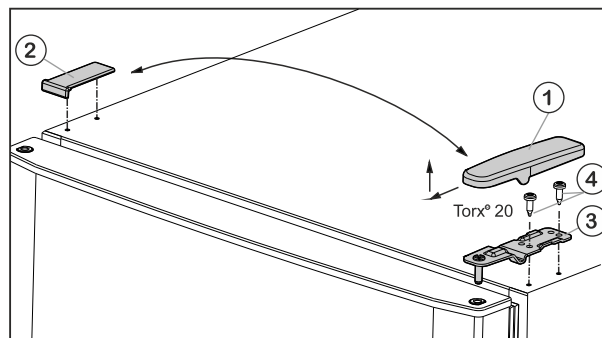
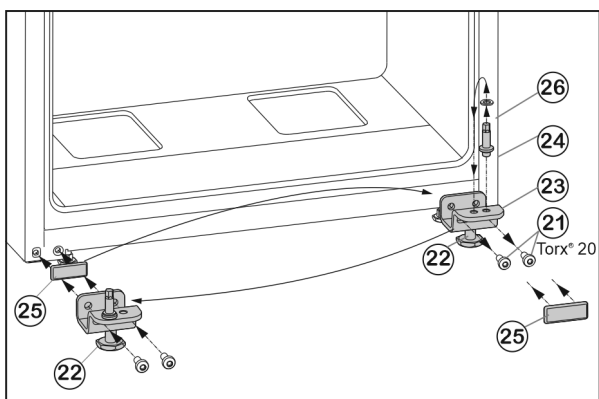

Fig. 5
Fig. 7
- ▶ Előre és felfele húzza le a fedelet Fig. 5 (1).
- ▶ Emelje le a fedelet Fig. 5 (2).
- ▶ Csavarozza le az Fig. 5 (3) felső csapágybakját (2 x Torx® 20) Fig. 5 (4), és felfele húzza le.
- ▶ Tekerje le a rögzítőcsavarokat Fig. 7 (21).
- ▶ Vegye le a teljes alsó csapágybakot Fig. 7 (23) a csapszeggel Fig. 7 (24), az alátéttel Fig. 7 (26) és a beállító lábbal Fig. 7 (22).
- ▶ Csavarozza le a teljes csapágybakot Fig. 7 (24) az alátéttel Fig. 7 (26), helyezze át a csapágybak túlsóoldali felvevő furatába, és csavarozza vissza.
- ▶ Óvatosan vegye le a fedőlemezt Fig. 7 (25), és helyezze át az ellenkező oldalra.
- ▶ A teljes alsó csapágybakot Fig. 7 (23) a csapszeggel Fig. 7 (24), az alátéttel Fig. 7 (26) és a beállító lábbal Fig. 7 (22) a csuklópánt új oldalán **erősen (4 Nm-es nyomatékkal)** csavarozza vissza, adott esetben egy akkus csavarhúzó használatával.
- ▶ Az alsó ajtót felülről helyezze a csapszegre Fig. 7 (24).
- ▶ A középső csapágybakot (13) 180°-kal elfordítva csavarozza be az alsó ajtóba rögzítőcsavarokkal (11) (2 db Torx® 25) **erősen (4 Nm-es nyomatékkal)** az új csuklópánt oldalára.
- ▶ Helyezze vissza a műanyag alátéteket (10).
- ▶ A felső ajtót helyezze a középső csapágybakra (13).
- ▶ A felső csapágybakot Fig. 5 (3) helyezze a csuklópánt új oldalára.
- ▶ A felső csapágybakot **erősen (4 Nm-es nyomatékkal)** csavarozza fel – (2 db Torx® 20) Fig. 5 (4). Adott esetben használjon akkus csavarhúzót.
- ▶ A fedelet Fig. 5 (1) kívülről helyezze fel az ellenkező oldalra és pattintsa be.
- ▶ A fedelet Fig. 5 (2) mindig felülről helyezze fel az ellenkező oldalra és pattintsa be.
- ▶ Tekerje ki az állítólábat Fig. 7 (22) az alsó csapágybakból Fig. 7 (23), míg hozzá nem ér a talajhoz.